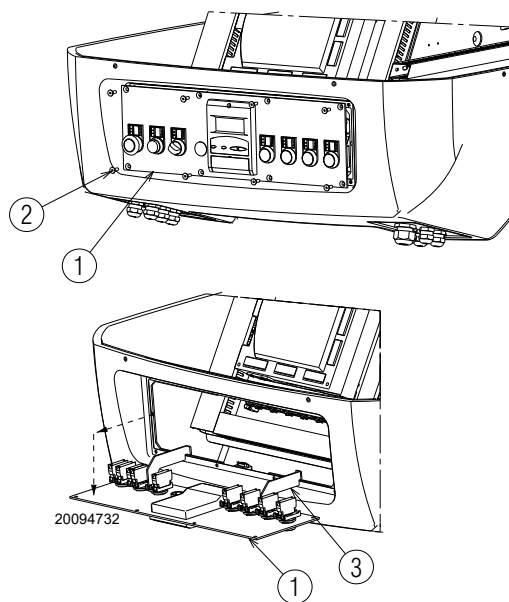

Fig. 32
- extraer el panel de mandos 1) y girarlo 90°, enganchándolo con los estribos 3) en el perfil del cuadro eléctrico como se muestra en la Fig. 32;